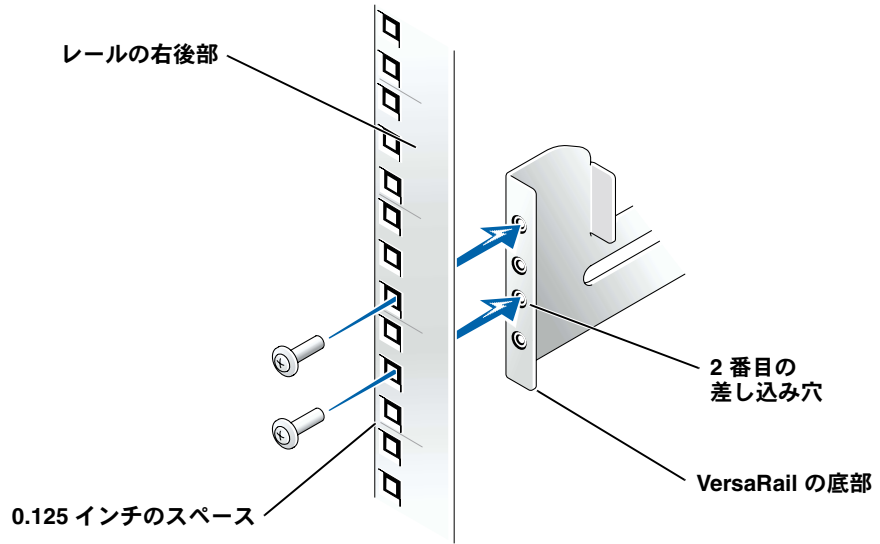

図 5-3. VersaRail と後部垂直レールの位置調整と取り付け
5. VersaRail レベルを使って、2 個のプラスネジで VersaRail の後部をラックに固定します (図 5-3 を参照してください)。